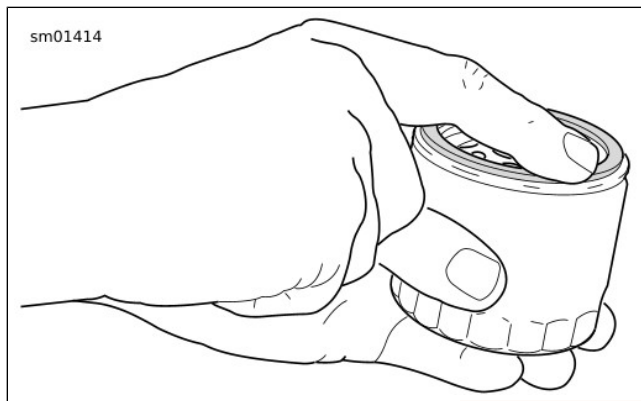

Abbildung 101. Schmieren der neuen Ölfilterdichtung
7. Siehe Abbildung 101 . Den **neuen** Ölfilter einbauen.